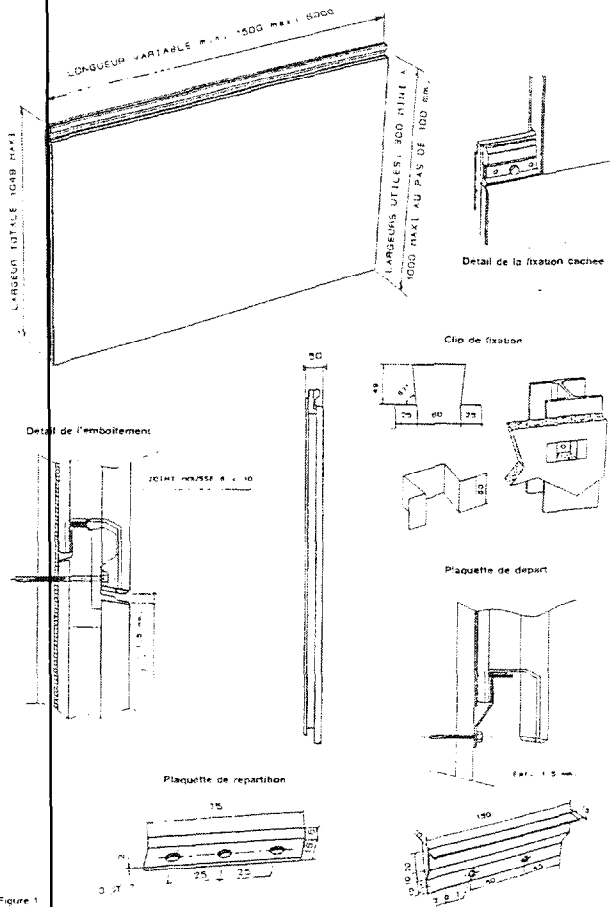

Figure 1
- Plaquettes de repartition obtenues par découpe et formage d'une tôle d'aluminium max 18/8 ou galvanisée (2350 ou équivalent), d'épaisseur 1.5 mm minimum (fig. 1)
Elles sont en tôle d'acier galvanisée (2350) ou équivalent (acier d'épaisseur 1.5 mm et de longueur 150 mm (fig. 1))